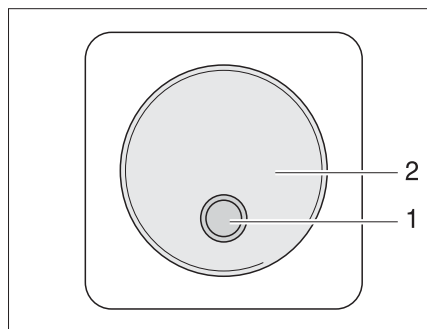

Bild 218 Extern brytare
- II "Remo." = Apparaten kan slås av och på med den externa brytaren (Bild 218,1).
Den externa brytaren för växelriktaren (Bild 218) befinner sig i fordonets inre, till exempel i ingångsområdet. Brytaren är märkt med ordet "Växelriktare". LED (Bild 218,1) visar växelriktarens driftstillstånd.